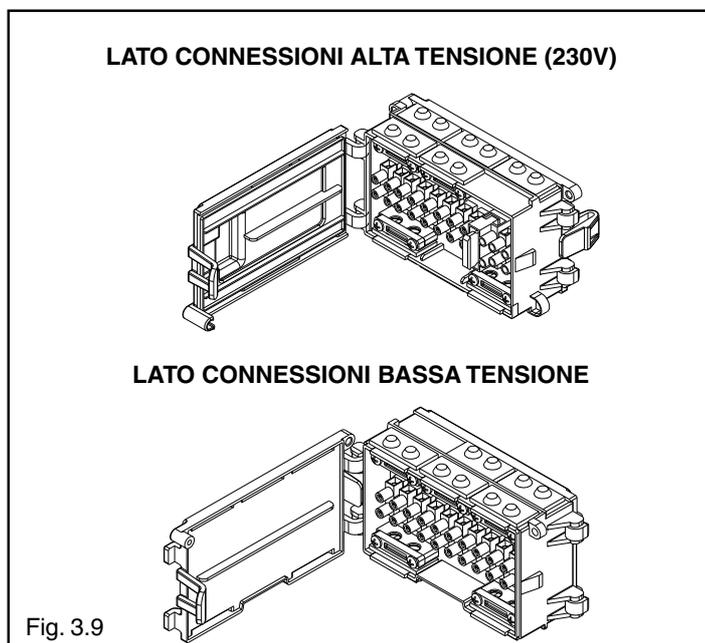

Fig. 3.9
- svitare la vite di fissaggio della scatola connessioni elettriche, quindi sganciarla dalla sua sede (fig. 3.9).